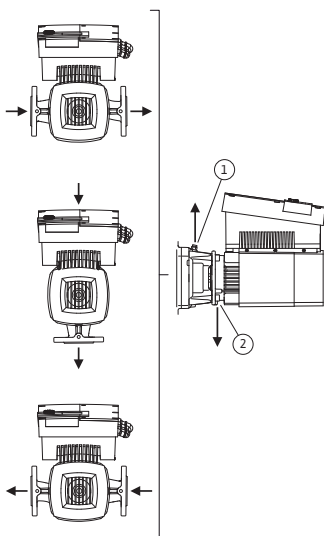

Fig. 23: Posições de instalação autorizadas com o veio do motor na horizontal
As posições de instalação autorizadas com o veio do motor na horizontal e o módulo electrónico virado para cima ( $0^\circ$ ) estão representadas na Fig. 23. Não estão representadas as posições de instalação autorizadas com módulo electrónico montado lateralmente ( $\pm 90^\circ$ ). São autorizadas todas as posições de instalação excepto "Módulo electrónico virado para baixo" ( $-180^\circ$ ). A ventilação da bomba só pode ser garantida se a válvula de ventilação estiver virada para cima (Fig. 23, pos. 1).
Apenas esta posição ( $0^\circ$ ) permite que o condensado acumulado seja escoado por um orifício existente, lanterna da bomba ou motor (Fig. 23, pos. 2).
- No caso do eixo de motor horizontal, o furo para água de condensação deve estar virado para baixo (Fig. 23, Pos.2). Se necessário, rodar o motor.